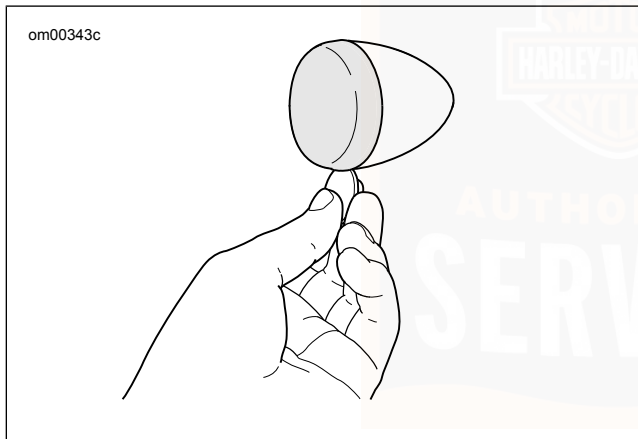

Figure 85. Retirer le diffuseur
1. Voir Figure 85. Insérer une pièce dans l'encoche. Tourner lentement la pièce jusqu'à ce que le capuchon du diffuseur sorte du boîtier d'ampoule.